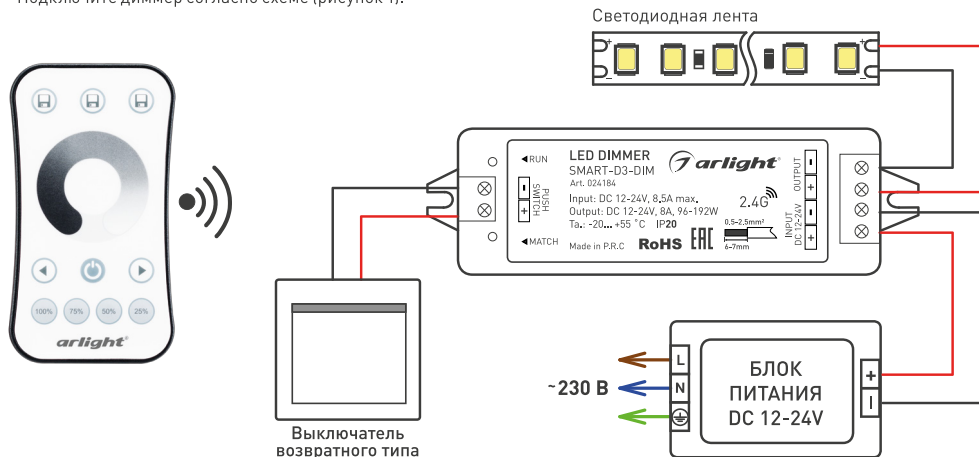

Рисунок 1. Схема подключения панели SMART-DIM-SET-RING
- 3.2. Подключите диммер согласно схеме (рисунок 1).